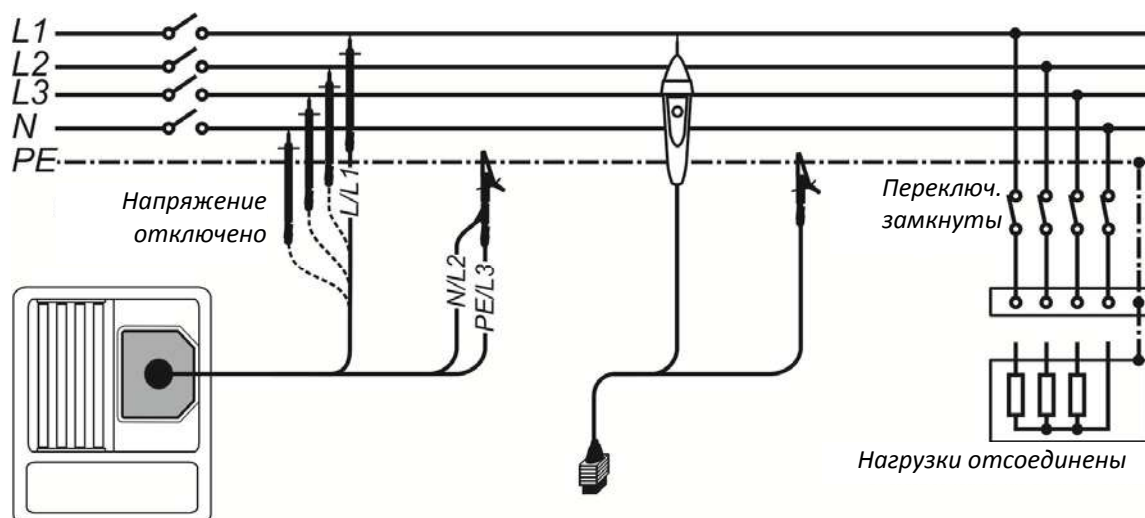

Рисунок 5.3: Подключение 3-проводного тестового кабеля и щупа с наконечником «Tip commander» ( $U_N \leq 1$  кВ)
- ❑ **Подключите** измерительный кабель к прибору и тестируемому элементу (см. Рисунок 5.3: Подключение 3-проводного тестового кабеля и щупа с наконечником «Tip commander» ( $UN \leq 1 \text{ кВ}$ )